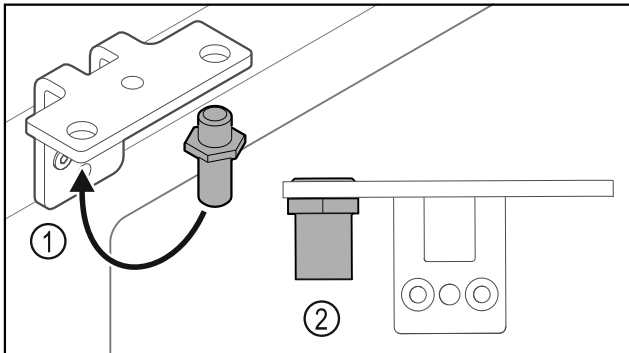

Fig. 35
- ▶ Преместете болта Fig. 35 (1) в ъгъла на пантата.
- ▶ Затегнете болта Fig. 35 (2) с **въртящ момент от 12 Nm**.